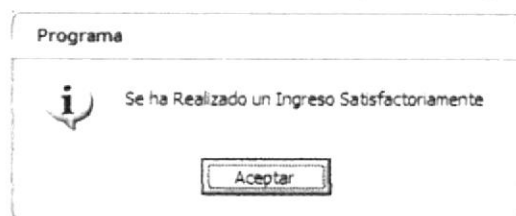

Figura 3.41 Mensaje de Ingreso de Bodega
9. Si se ha realizado el ingreso aparecerá el mensaje (Ver figura 3.41)